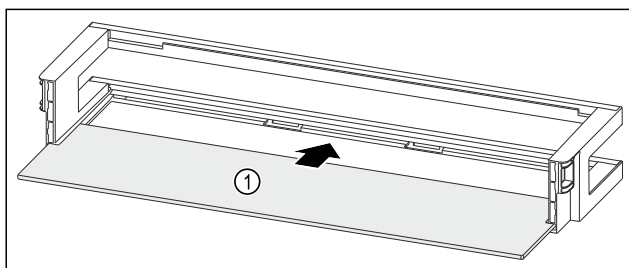

Fig. 52 Balconnet de contre-porte avec tablette de rangement
- Insérer la tablette de rangement Fig. 52 (1) dans les évidements latéraux.